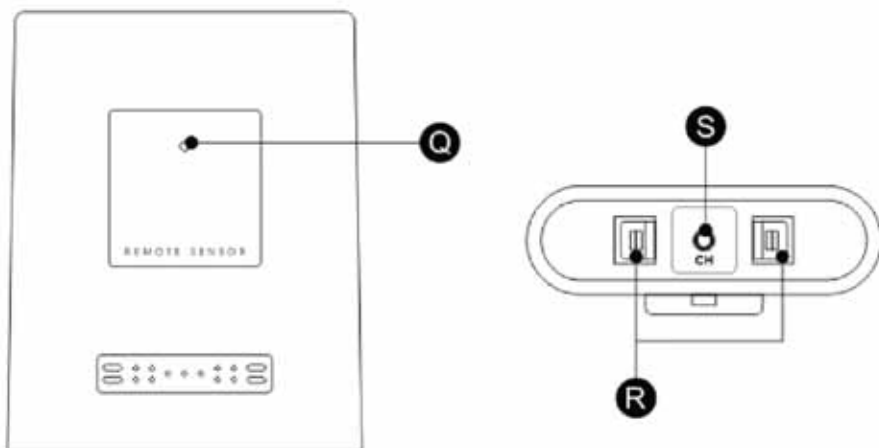

Рис.2
1. Откройте батарейный отсек у основания **R** беспроводного датчика (см. рис. 2);